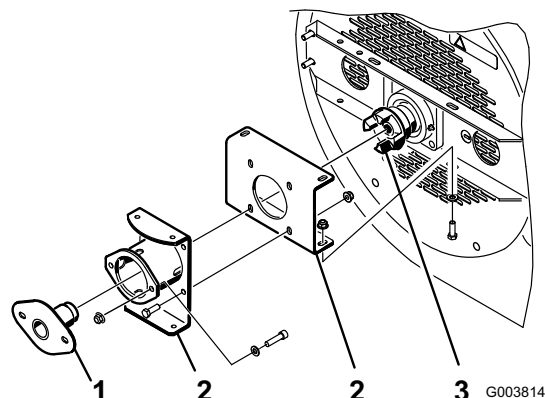
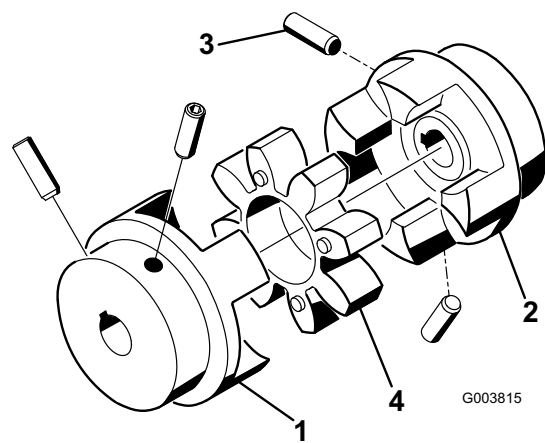

図 9
図 10
1. 取り付けブラケットがブロア・ハウジングに仮止め状態（キャップスクリューとナットが本締めされていない）ことを確認する（図 9）。
2. 取り付けブラケットからファン・カップラに、ベアリング整列調整工具を差し込む（図 9）。カップラの中にカップラ・スパイダ（図 10）が入っていないことを確認しておく。
- ・ モータとファン・シャフト・カップラを固定しているネジ（図 10）の締め付けトルク： 58-82 in-lb (0.7-0.9 kg.m)